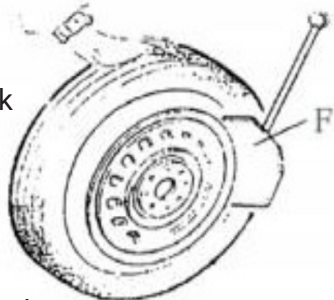

Fig 5
Kontrollera att det inte finns luft i däck. Sätt däck emot gummikudden (S). Tryck klinchpressen (F) mot klinchen på ca 10 mm från fälgens kant (Bild 5). Tryck på pedalen av klinchpressen (U) för att trycka pressen på däck. Repetera detsamma på flera punkter av däck på båda sidor för att få loss klinchen från fälgen.